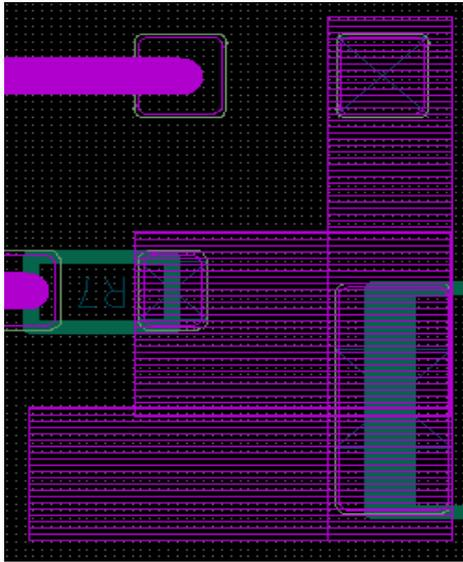

图 9-13 3 个重叠的矩形 Shape
- (1) 选择 Shape|Rectangular 命令。
- (2) 在右侧控制面板中 Active Class and Subclass 下拉列表框中选择 ETCH 和 TOP, 表示要在 TOP 层铺铜
- (3) 在 Shape fill type 下拉列表框中选择 Static solid 选项。
- (4) 在 Assign net name 下拉列表框中选择网络名 VCC1V2。
- (5) 绘制 3 个重叠的矩形 Shape，如图 9-13 所示。